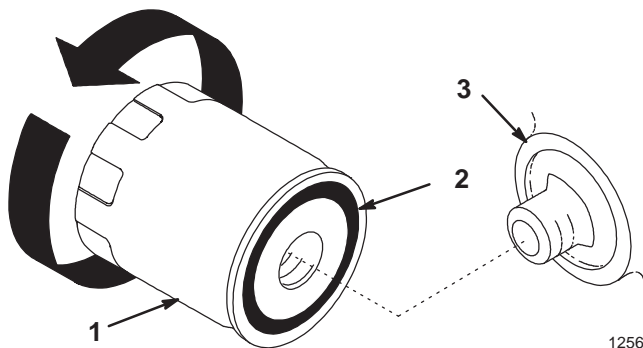

Bild 20
2. Entfernen Sie den Altfilter und wischen die Dichtfläche am Anbaustutzen (Bild 20) ab.
3. Ölen Sie die Gummidichtung am Austauschfilter (Bild 20) leicht mit Frischöl ein.
4. Drehen Sie den Austauschfilter auf den Anbaustutzen auf. Drehen Sie den Ölfiler im Uhrzeigersinn, bis die Gummidichtung den Anbaustutzen berührt. Ziehen Sie den Filter dann um eine weitere 1/2 bis 3/4 Umdrehung fester (Bild 20).